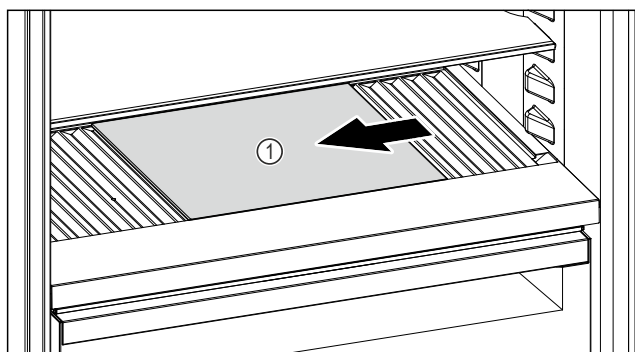

Fig. 204
- Pomaknite staklenу ploču Fig. 204 (1) nalijevo, na sredinu ili nadesno.